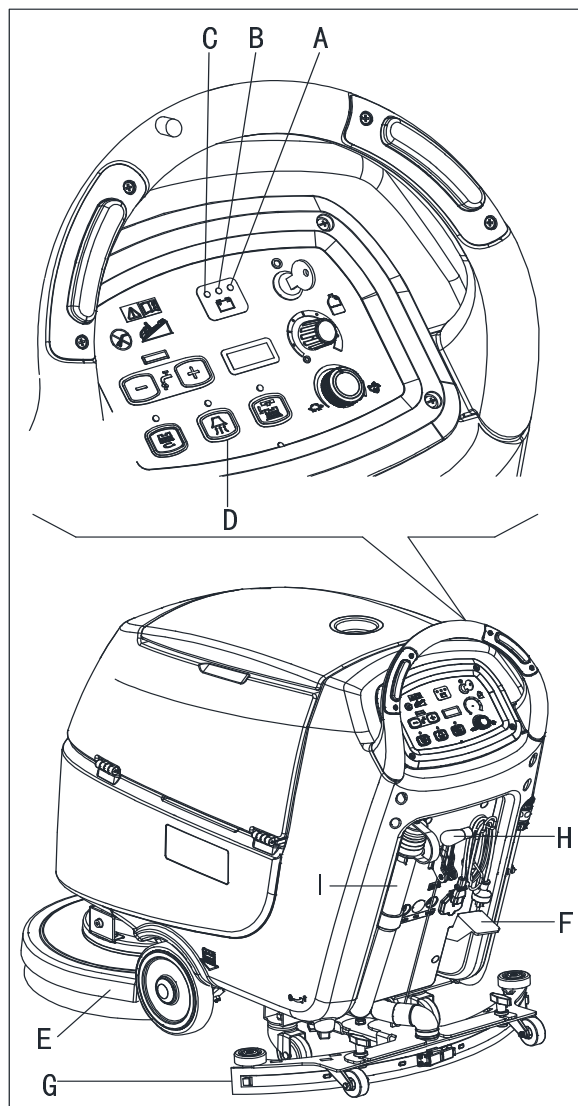
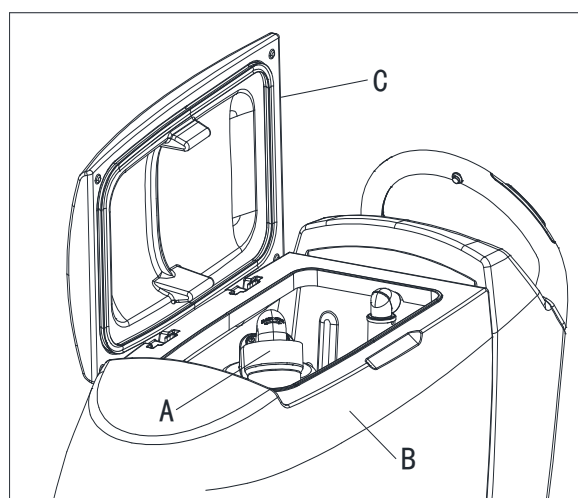

Figure 12
Figure 13
Jusqu'à ce que le témoin lumineux vert (A, Fig. 12) reste allumé, les batteries permettent à la machine de travailler normalement. Lorsque le témoin lumineux vert (A) s'éteint, et le témoin lumineux jaune (B) s'allume, il est conseillé de charger les batteries, parce que la charge restante ne durera que pendant quelques minutes (en fonction des caractéristiques de la batterie et du travail à effectuer). Lorsque le témoin lumineux rouge (C) s'allume, les batteries sont complètement déchargées. Après quelques secondes, la brosse/le support de disque est automatiquement éteint, tandis que le système d'aspiration et (uniquement pour les machine à traction) le système d'entraînement restent allumés, pour terminer le séchage du sol et conduire la machine à la zone de recharge.
Un système automatique de fermeture à flotteur (A, Figure. 13) bloque le système d'aspiration lorsque le réservoir d'eau de récupération (B) est plein. La désactivation du système d'aspiration est indiquée par une augmentation soudaine de la fréquence du bruit du moteur du système d'aspiration, le sol aussi ne s'est pas séché.
Si le système d'aspiration s'éteint accidentellement (par exemple, lorsque le flotteur est activé en raison d'un mouvement soudain de la machine), pour reprendre l'opération: désactiver le système d'aspiration en appuyant sur le commutateur (D, Fig. 12), puis retirer le couvercle (C, Fig. 13) et vérifier que le flotteur à l'intérieur de la grille (A) a baissé jusqu'au niveau de l'eau. Ensuite, remettre le couvercle (C) et mettre le système d'aspiration en appuyant sur le commutateur (D, Fig. 12).
Lorsque le réservoir d'eau de récupération (B, Fig. 13) est plein, le vider selon la procédure suivante.
2. Soulever la tête de brosse de la brosse/du support de disque (E, Fig. 12) en appuyant sur la pédale (F).
3. Soulever la raclette (G) avec le levier (H).
5. Vider le réservoir d'eau de récupération avec le tuyau (I). Ensuite, rincer le réservoir (B, Fig. 13) avec de l'eau propre.